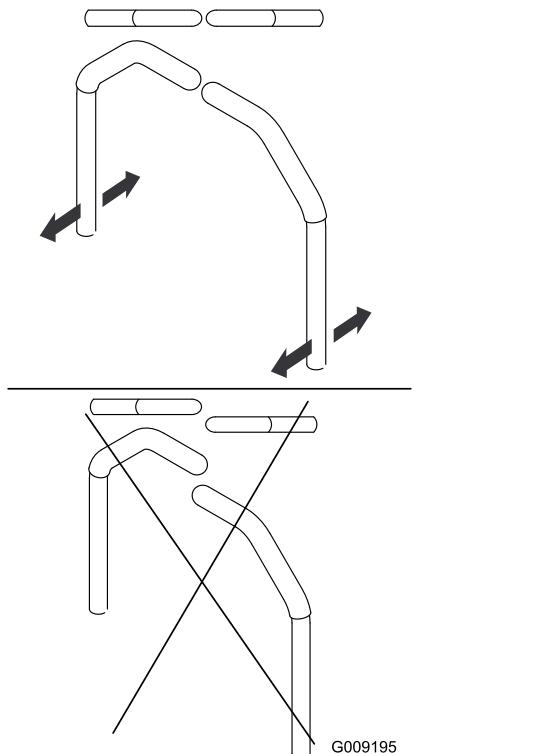

Figure 50
9. Réglez l'alignement avant/arrière des leviers en les plaçant simultanément à la position POINT MORT, puis faites-les coulisser jusqu'à ce qu'ils soient alignés et resserrez les boulons (Figure 50).